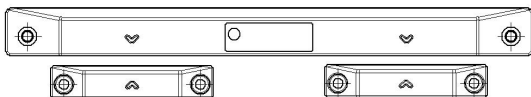
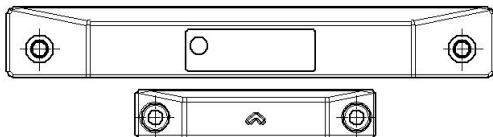

图 1 JBF62D-33M 安装示意图
图 2 JBF62D-32M 安装示意图
的主体部分。两个磁铁端“V”型标应分别与主体部分“V”型标对齐，这样能使门磁开关保持最佳灵敏度。(如图 1 所示)
- 如应用于单门，则将 JBF62D-32M 主体部分固定到门框下沿位置，门磁开关磁铁端 JBF6133-DM 固定到门扇上沿位置，磁铁端应尽量靠近门磁开关的主体部分。并且，磁铁端应靠近主体部分的中心位置布置，这样能使门磁开关保持最佳灵敏度。(如图 2 所示)
- ◆ 当常闭门处于正常关闭状态时，门磁开关主体部分与磁铁端相互靠近，并符合图 1 或图 2 的布置条件时，防火门监控器显示常闭门正常。